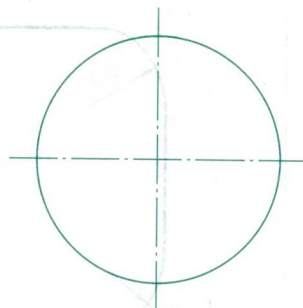

图 1 对角在水平点画线上
2. 用三角板作出图 1 的外切正六边形、图 2 的内接正六边形。